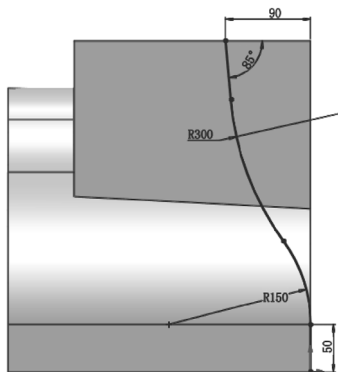

图 6-90 绘制草图尺寸 3
8) 绘制草图。在左侧的 FeatureManager 设计树中用鼠标选择“右视基准面”作为绘制图形的基准面。单击“草图”控制面板中的 $\square$ （直线）按钮和 $\text{⌢}$ （三点圆弧）按钮，绘制图 6-90 所示的草图。